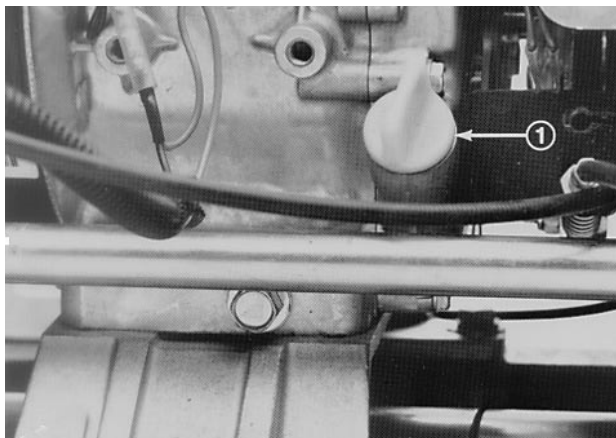

Fig. 1
1. Colocar a máquina de cortar relva por forma que o motor fique nivelado e limpar à volta do medidor do nível de óleo (Fig. 1).